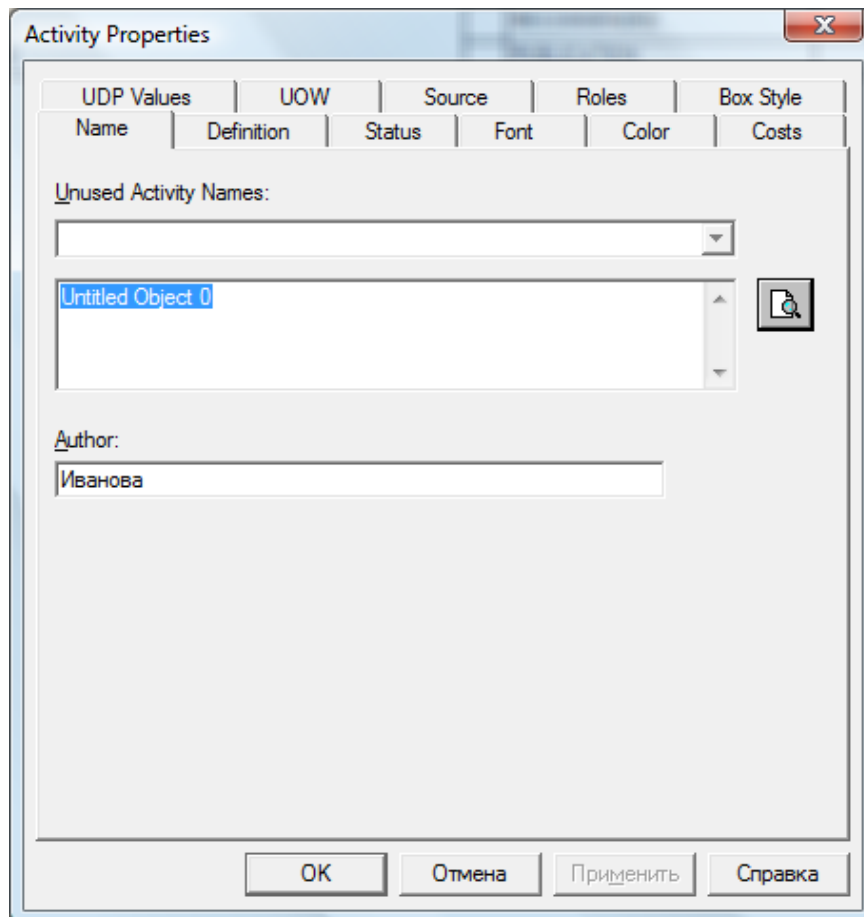

Рис. 6. Диалоговое окно *Activity Properties* (Свойства работы)
– дважды щелкнуть на объекте и в появившемся диалоговом окне (рис. 6) задать требуемые значения;
Задайте свойства работы контекстной диаграммы. Для этого дважды щелкните на объекте, и на экране появится диалоговое окно *Activity Properties (Свойства работы)* (рис. 6).